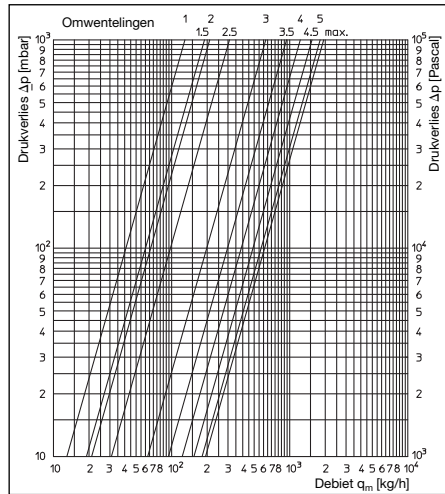

Afbeelding 7.1: Instellen van de regelbinnenwerken
7.2. Instelling van de regelbinnenwerken (afbeelding 7.1)